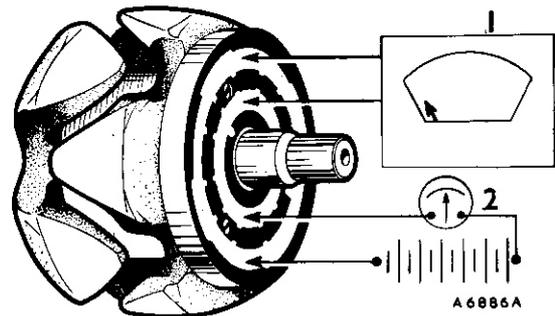

Fig. N.10
- (a) Provare gli avvolgimenti rotorici collegando un ohmmetro, o una batteria di 12 volt e un amperometro in serie, tra gli anelli collettori (Fig. N.10). I valori della resistenza e della corrente di campo rilevati dovrebbero essere all'incirca uguali a quelli dati nelle CARATTERISTICHE PRINCIPALI.